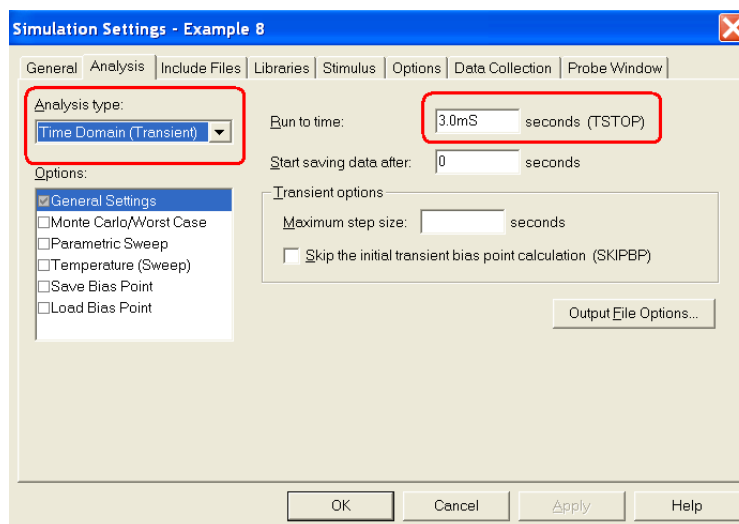

图 61. 修改 Simulation Profile
9.3 修改 Simulation Profile, 使它与图 61 相同.